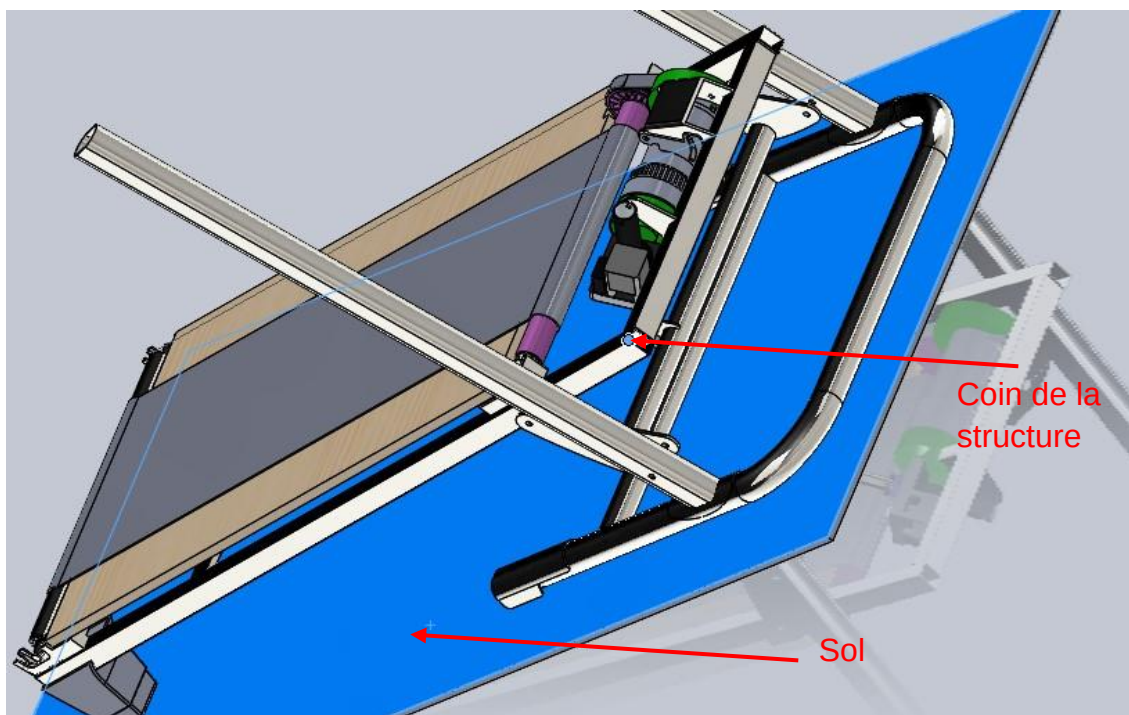

Figure 6 : sélection des éléments de mesure
- Sélectionner le sol puis le coin de la structure (voir figure 6)